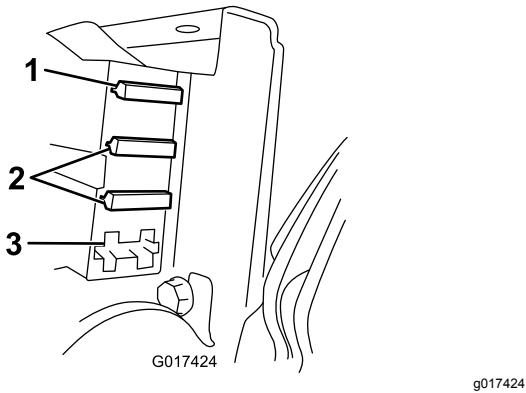

図 42
3. ヒューズボックス内部のヒューズを点検する図42。
- 飛んでいるヒューズを発見した場合には、所定の電圧および電流値のものに交換する図42。